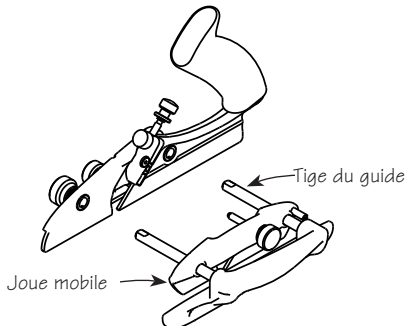

Figure 3 : Mise en place de la joue mobile
2. Glisser la joue mobile sur les tiges du guide, comme illustré à la figure 3.